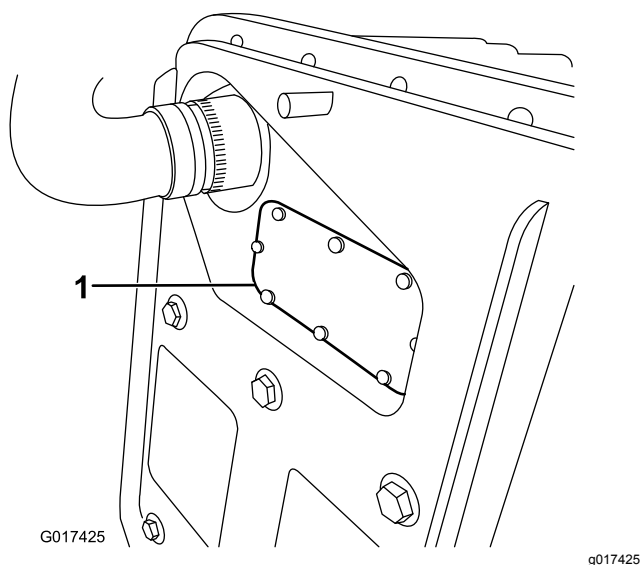

Figura 41
- B. Togliete il coperchio del fusibile (Figura 41).